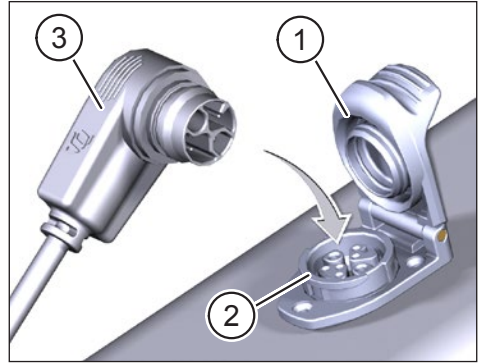

Fig. 2: Geïntegreerd Battery opladen
- ▶ Open de afdekking (Pos. 1 in Fig. 2) op de oplaadpoort (Pos. 2 in Fig. 2) in het fietsframe.
- ▶ Lijn de laadstekker (Pos. 3 in Fig. 2) van de Charger zo uit dat de stekkers van de laadstekker en de laadpoort overeenkomen (zie Fig. 2).